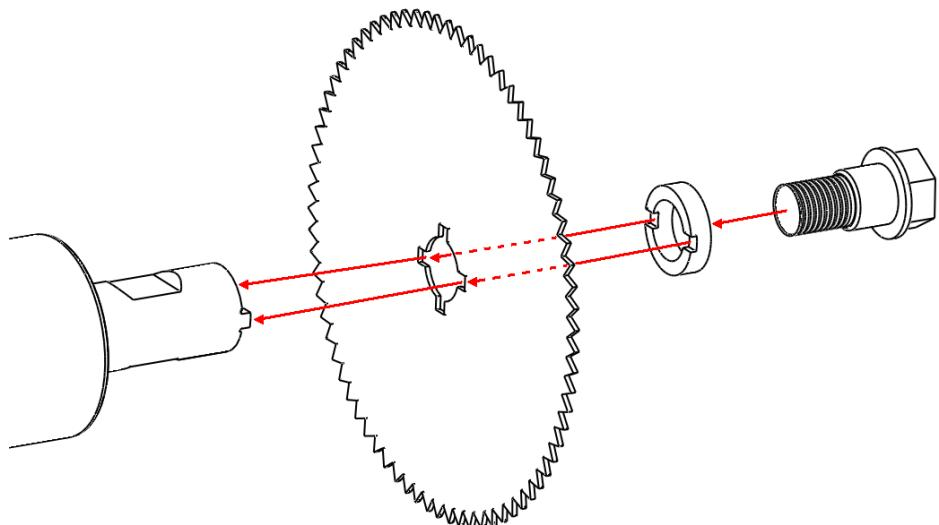

figura 4 Collocare lama di sega
3. Montare il dado di bloccaggio. Gli incavi dell'anello di tenuta devono sempre essere rivolti verso la lama.(Vedi figura 4) e devono combaciare esattamente con le tacche del perno centrale.